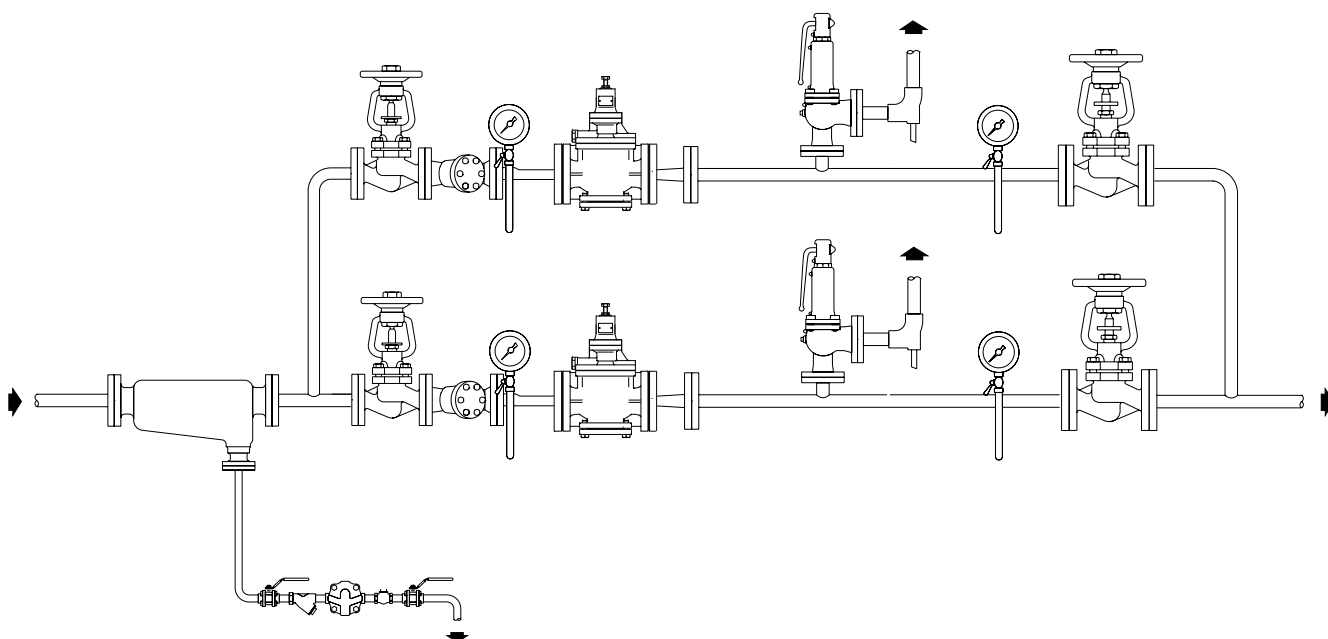

Рис. 5 Монтаж двух редукционных клапанов в параллель
Если в процессе эксплуатации расход пара может значительно изменяться или требуется высокая точность поддержания давления после редукционного клапана, допускается параллельная установка двух или более клапанов (см. рис. 5).
5.2 Настройка двух редукционных клапанов, установленных параллельно (рис. 5)